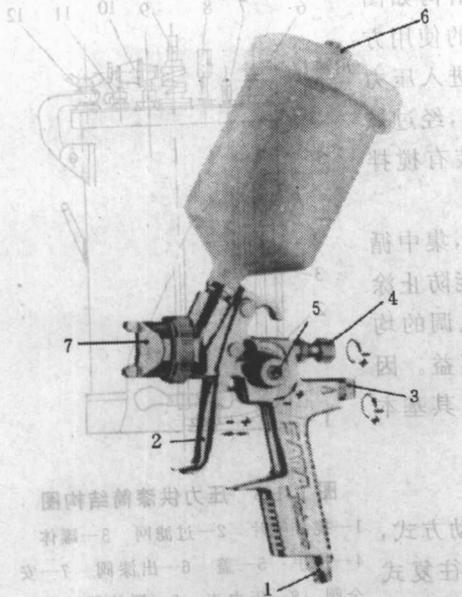

图 1.1-3 SATA jet/90 型喷枪
(2)重力式喷枪 多用于小批量喷涂或修补的场合。如进口SATA jet/90,如图1.1-3所示。